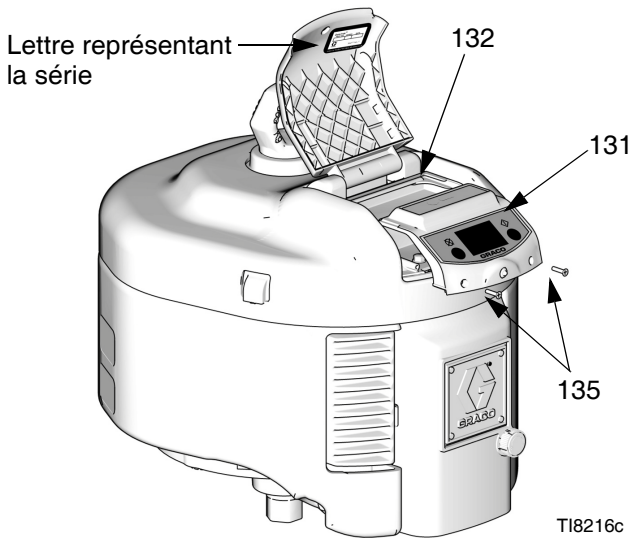

FIG. 4. Dépose du module DataTrak
- Retirez les deux vis (135). Glissez doucement le module DataTrak (131) hors du boîtier (132). Consultez la FIG. 4.
*La FIG. 4 indique où trouver la lettre représentant la série.